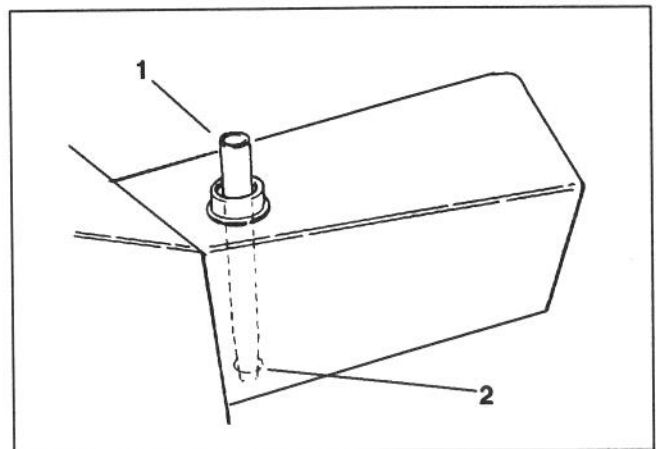

Figure 33
CHANGEMENT DE LIQUIDE ET DE FILTRE DU SYSTEME HYDRAULIQUE (Fig. 33 & 34)
2. S'il n'y a que le filtre à changer, retirer le bouchon du réservoir et insérer l'obturateur du réservoir (Fig. 33) pour bloquer la sortie.